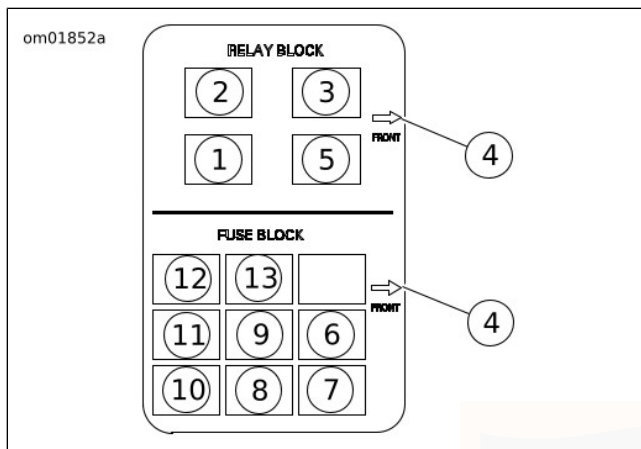

Figura 50. Identificación de los relés y fusibles
4. Vea Figura 50. Quite el fusible que sospecha que está fundido y revise el elemento. Reemplace el fusible si el elemento está quemado o separado. Consulte la Tabla 33.